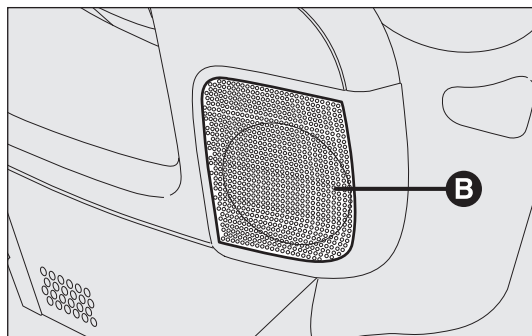

fig. 133
- 2 mid-woofer B placés dans les portes AV (diamètre 165 mm, puissance 40 W maximum chacun) fig. 133 ;